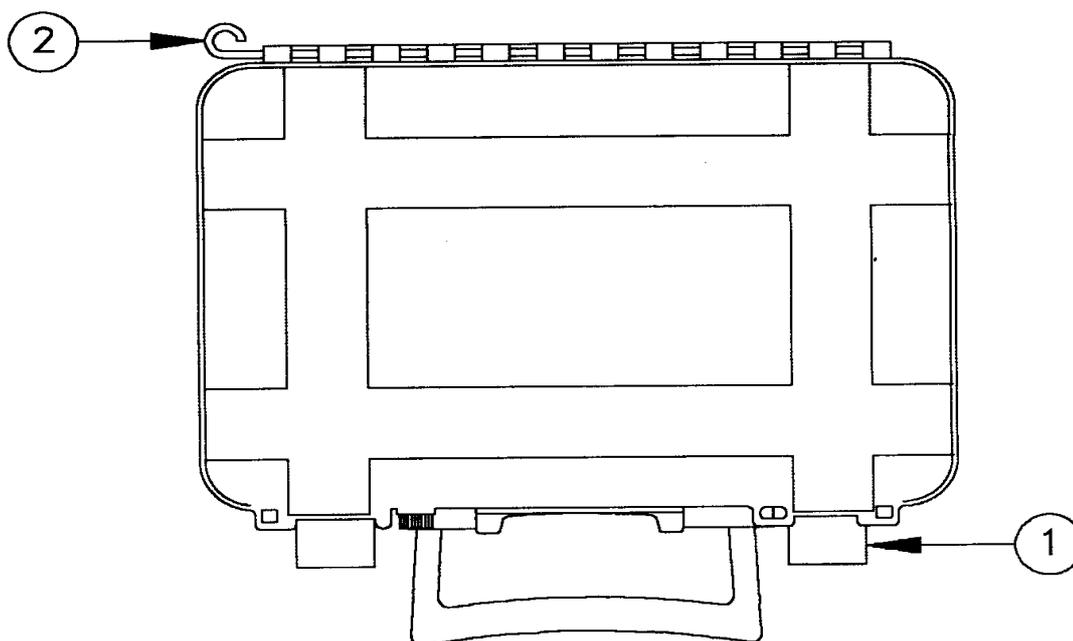

Рисунок 6.
1. Откройте две защелки, находящиеся на U/К корпусе (рис.6, №1). Слегка откройте крышку, чтобы снять давление на прут с петлей (рис.6, №2), потяните за петлю прута и вытащите его полностью.